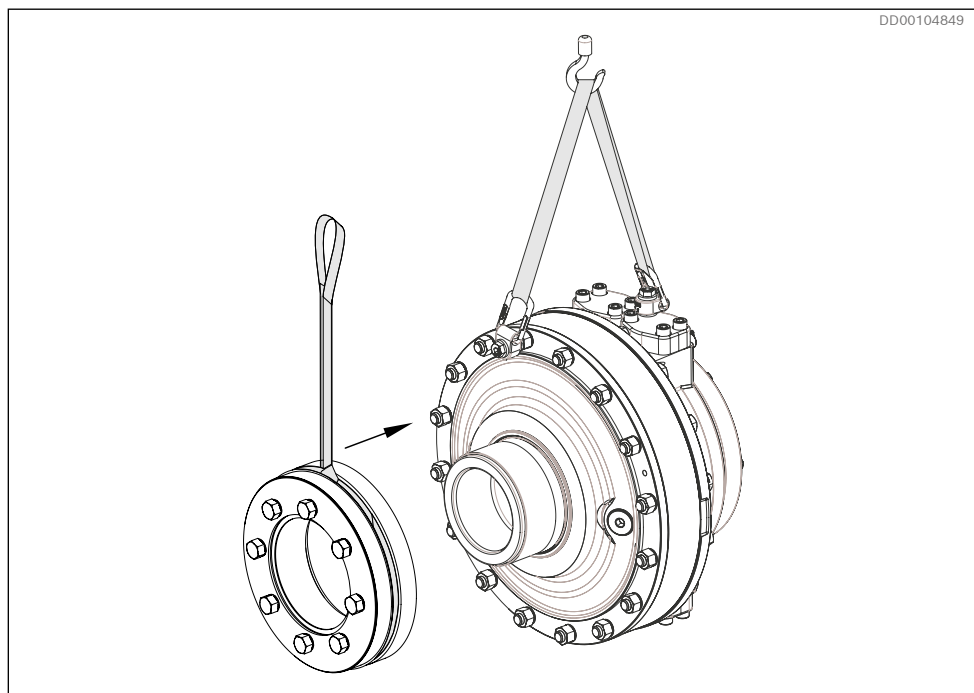
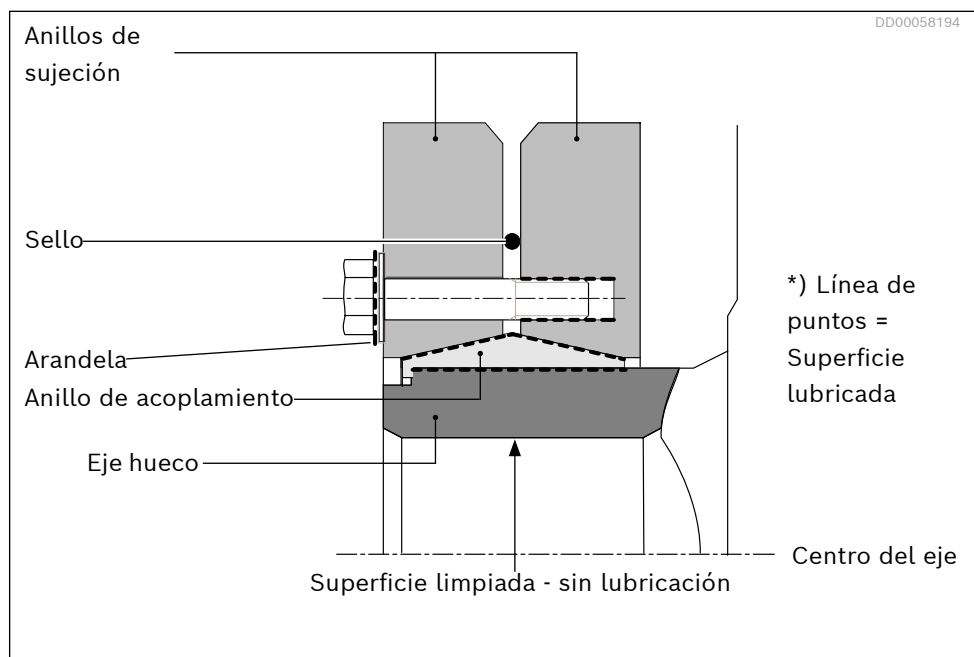

Fig. 32: Instalación del disco compresor en el motor de acoplamiento
Fig. 33: Disco compresor
- ▶ En ningún caso debe transferirse grasa a las superficies que hay entre el eje accionado y el motor de acoplamiento (ver Fig. 33).
1. El disco compresor viene de fábrica lubricado con grasa en las superficies cónicas y los tornillos (ver Fig. 33). Este lubricante permanecerá en dichas superficies.
4. Instale el disco compresor en el eje hueco. Utilice un soporte adecuado entre los anillos de sujeción (ver Fig. 32 y Fig. 33). El acoplamiento se debe empujar hasta llegar al freno del eje hueco. Si es necesario, separe el anillo de sujeción para facilitar la instalación.
*) La superficie cónica entre el anillo de acoplamiento y los anillos de sujeción, así como los tornillos, se deben engrasar con pasta Molykote G-Rapid plus (ver Fig. 33). La herramienta viene ya de fábrica con este recubrimiento.